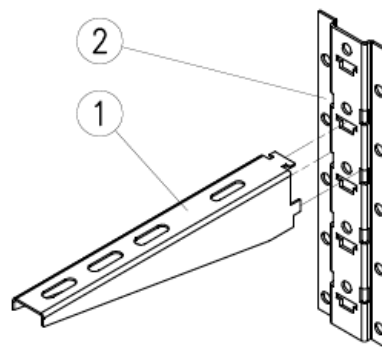

Рисунок 6.8
Полку кронштейна ПК (1) (длиной по ширине лотка) под небольшим углом, вставить верхней частью, широкой стороны полки в горизонтальную прорезь стойки кронштейна (КС замковой) (2). Опустить полку (1) вниз и привести в горизонтальное положение, совместив выступы полки с вертикальными прорезями на стойке (2) (Рисунок 6.8).